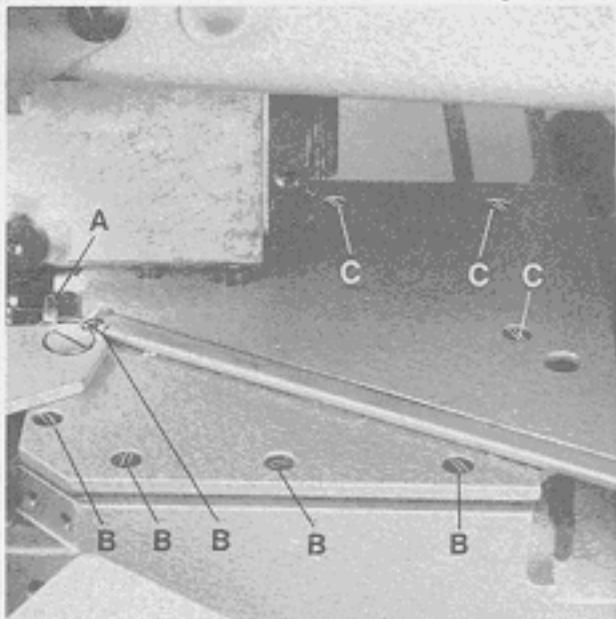
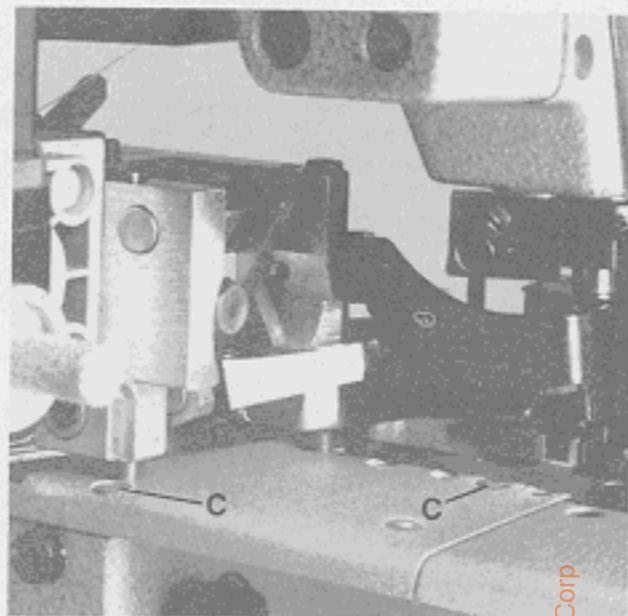

Fig.61
Fig.62
Disconnect cable for FAST ACTION TAPE CUTTER on control box under the table board and the rapid action hose coupling on cutter (see Figs. 3 and 3A). Remove looper thread guide (A, Fig. 61). Screw out the five countersunk head screws (B) and the five filister head screws (C, Figs. 61 and 62) and remove the FAST ACTION TAPE CUTTER assembly from sewing machine.
Lösen Sie die Kabelverbindung für die "SCHNELLE SCHERE" am Schaltkasten unter der Nähischplatte und die Schnellverschlußkupplung an der Schere (siehe Fig. 3 und 3A). Entfernen Sie die Greiferfadenführung (A, Fig. 61). Entfernen Sie die fünf Senkschrauben (B) und die fünf Zylinder-Kopfschrauben (C, Fig. 61 und Fig. 62) und nehmen die komplette "SCHNELLE SCHERE" aus der Maschine.